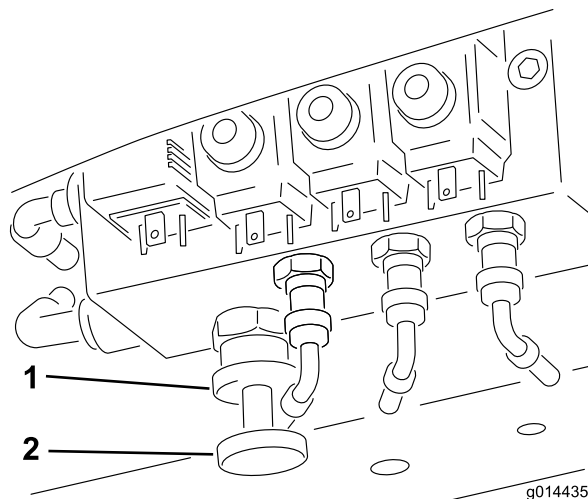

Figura 37
Para activar la transferencia de peso: Puede variarse la cantidad de peso transferida dependiendo de las condiciones de trabajo, girando la rueda de transferencia manual de peso (Figura 37):
1. Gire la tuerca de bloqueo de la válvula 1/2 vuelta en sentido antihorario y sujétela (Figura 37).
2. Gire la rueda manual de la válvula (Figura 37) en sentido antihorario para reducir la transferencia de peso o en sentido horario para aumentar la transferencia de peso.